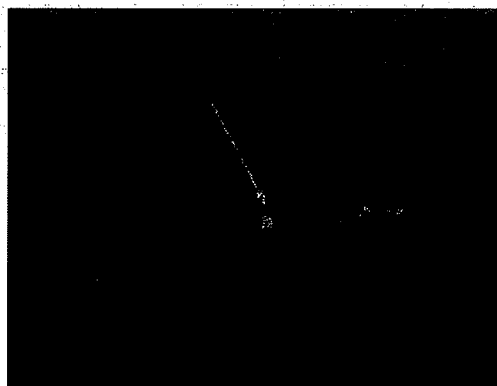

Figura 19
1. Es posible ajustar el asiento en la posición hacia adelante / atrás mediante el uso de la palanca ubicada en el costado inferior derecho del asiento. Si mueve la palanca el asiento puede deslizarse hacia la posición elegida. Consulte la Figura 19.